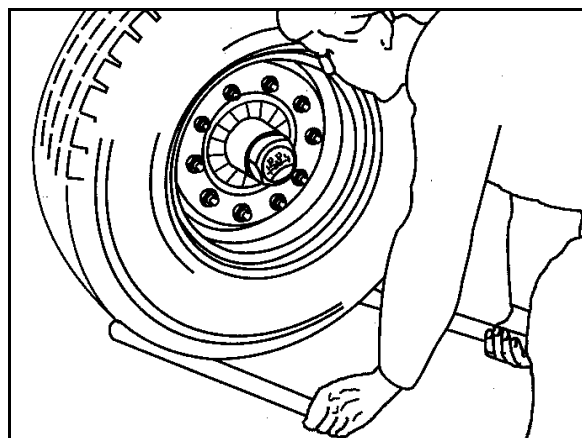

Fig. 88
1. Para comprobar el juego de los cojinetes de los bujes, levantar el eje hasta que los neumáticos queden libres (Fig. 88).